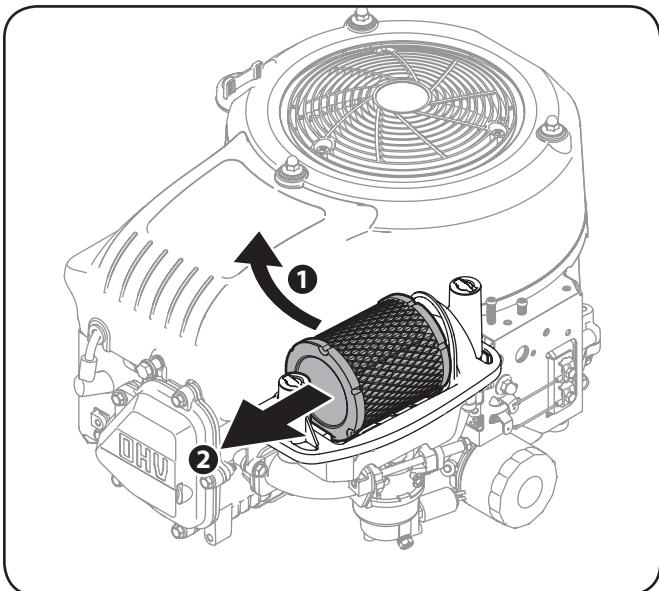

Figura 6-5
3. Tire hacia arriba en un ángulo y luego remitir a quitar el filtro de aire. Vea la Figura 6-5.